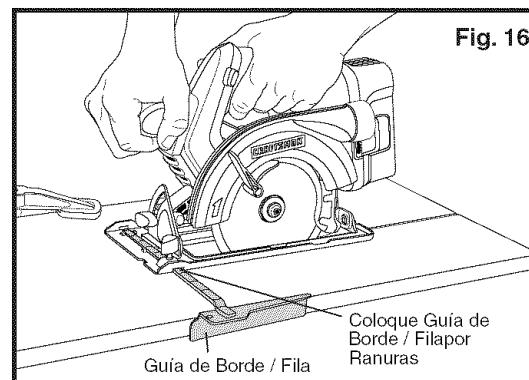

Fig. 16
INSTALACIÓN Y USO DE LA GUÍA DE BORDE (vendido por separado) (Fig. 16)
3. Posicione la guía de borde de manera tal que el brazo con los incrementos en pulgadas esté de cara hacia arriba. Deslice el brazo de la guía de borde en las ranuras de montaje en la parte delantera de la base de la sierra (ver Fig. 16).
7. Coloque la guía de borde firmemente contra el borde de la pieza de trabajo (ver la Fig. 16). Hacer esto le dará un corte verdadero sin apretar la hoja.